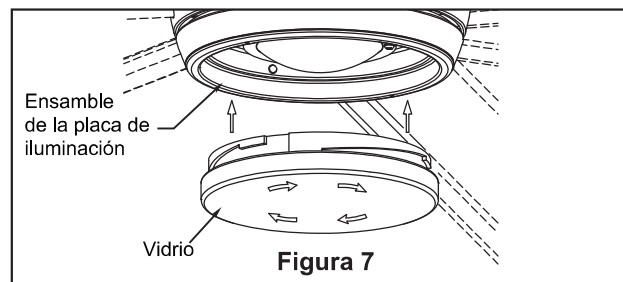

Figura 7
- ☐ **7.** Asegure el vidrio en la ernsamble de la placa de iluminación girándolo en el sentido de las agujas del reloj y sin apretar demasiado. (Figura 7)